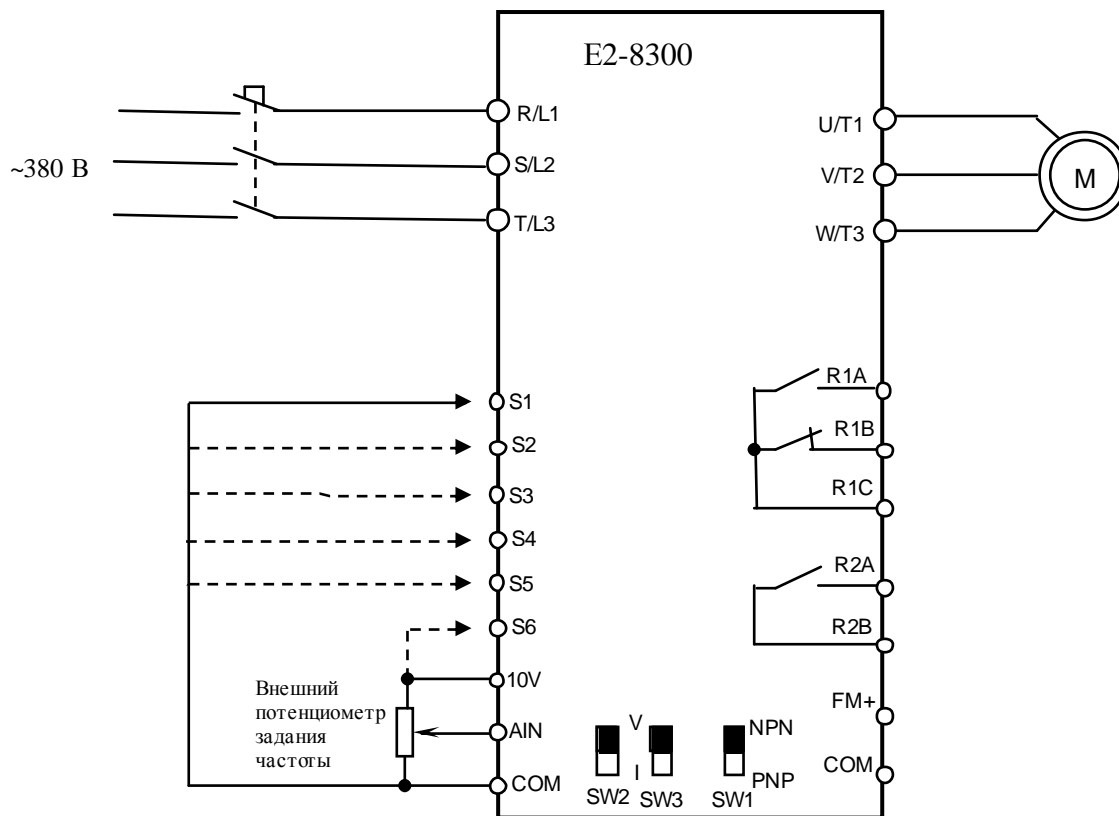

Рис. 4.16 Диагностика цепей управления E2-8300-060H,-075H v.2.8 и ниже.
4.12.1. Подключить электродвигатель к выходным клеммам T1, T2, T3 (рис.4.16).
4.13.2.3. Подключить потенциометр к входным клеммам управления, как показано на рис. 4.16. Подключить один из концов проволочной перемычки к клемме COM. Подключить двигатель к выходным клеммам T1, T2, T3.